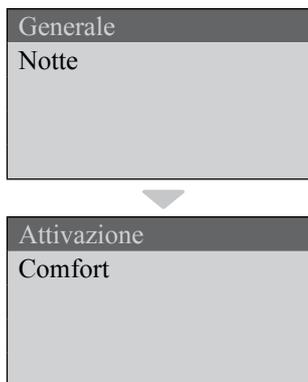

fig. 22 - Funzione Climatica
- Premere **SET** per visualizzare la seguente schermata (fig. 22);